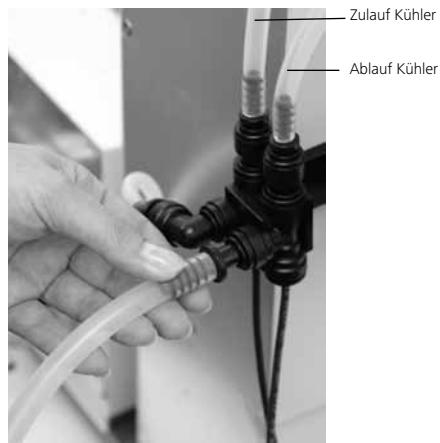

**Fig. 17**
- ☞ Schließen Sie die Wasserschläuche am Glaskühler an (Kurzer Schlauch (O) = Ablauf unten, langer Schlauch (P) = Zulauf oben) und fixieren Sie die Schläuche (Fig. 17).